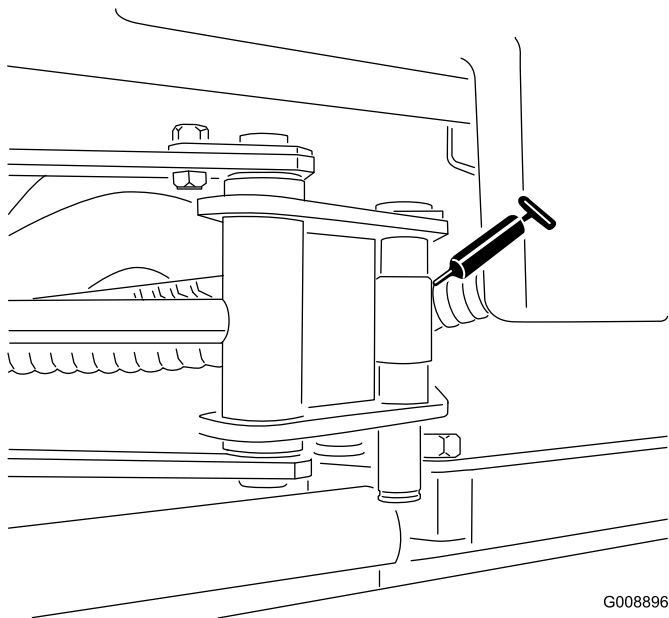

Figura 35
- Duas extremidades do cilindro sidewinder (**Figura 35**)